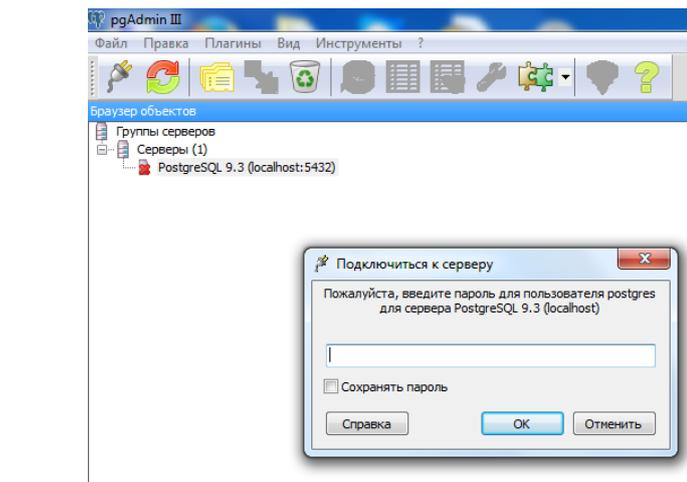

Рисунок 16
- подключиться к серверу PostgreSQL9.3 (localhost:5432), введя пароль, заданный при установке PostgreSQL (рисунок 16);